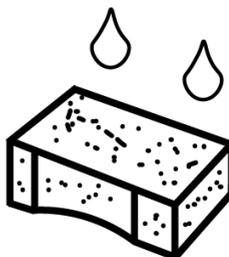

Bild 28
- Olja försiktigt in filtret, bild 28. Använd motorolja.